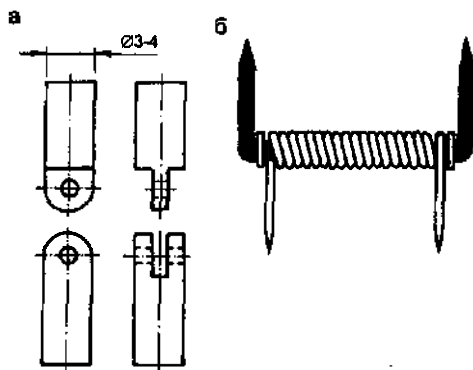

Рис. 167. Шарнирные петли для шкатулки: а — из стального стержня; б — из проволоки
**Петли.** Для художественных шкатулок и ларцов трудно подобрать покупные шарнирные петли (навески). Для них, как правило, нужны небольшие шарниры с декоративной отделкой, которая должна соответствовать наружной и внутренней отделке шкатулки. Для шкатулок можно использовать шарнир от старой оправы для очков — их просто вмонтировать в корпус и крышку шкатулки, они небольших размеров и надежны в работе. Подобные петли можно сделать и самому из прутка латунного или из нержавеющей стали диаметром 4 — 4,5 мм в соответствии с рис. 167, а.
Есть еще один несложный вариант изготовления маленьких петель (рис. 167, б), для которого понадобятся два кусочка проволоки, желательна стальной, и две шайбы. На один кусочек проволоки наденьте две шайбы, после чего согните его в виде буквы П, а на полученную заготовку намотайте спиралью второй кусочек проволоки; концы проволоки заострите.
Кроме шарнира, выполненного непосредственно на стенках шкатулки, в производстве применяют клеенные шарниры. Чаще же крышку прикрепляют к корпусу с помощью металлических навесок. Клеенный шарнир имеет форму цилиндра. На рис. 167, а изображен шарнир конструкции автора. Для шкатулки понадобятся два таких шарнира, для крепления которых в задней части корпуса и крышки сверлятся отверстия размером чуть больше диаметра шарнира. Шарнир смазывают клеем (столярным, эпоксидным, БФ-2, «Момент» и т.п.) и сушат 6—10 часов.